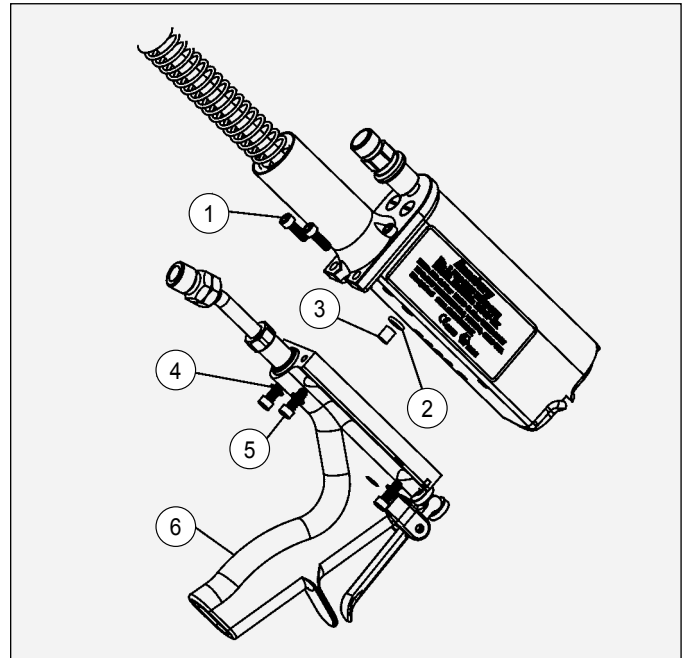

Abbildung 20: Ausbau der Griff-Baugruppe
1. Drehen Sie den Applikator um und entfernen Sie die (4) Zylinderschrauben und Sicherungsschrauben von der Unterseite der Griff-Baugruppe mit einem 3,5-mm-Sechskantschlüssel. Siehe Abbildung 20.
AUSBAU DER GRIFF-BAUGRUPPE (Abbildung 20)